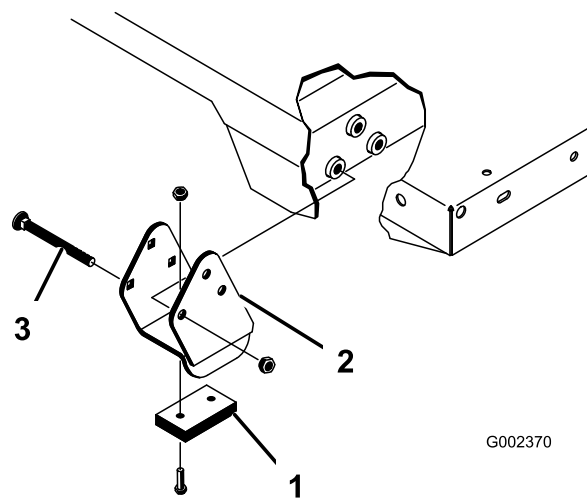

図 25
- 荷台を慎重に車両フレームの上に載せる 後部にある荷台のピボットプレートの穴とリアフレームチャンネル鋼材の穴を揃えて、クレビスピンとリンチピン各2個を取り付ける 図 25。
- クレビスピンは荷台の外側から差し込み、リンチピンが荷台の外側に向くようにする 図 25。
スペーサブラケットとウェアブロック 図 25 はキャリッジボルトで固定しますが、このボルトは必ず頭を車両の内側に向けてください。